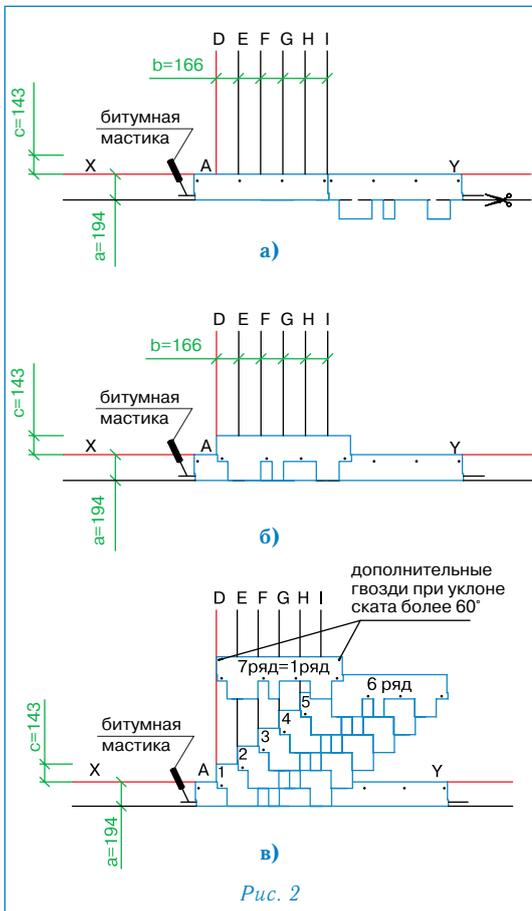

Рис. 2
### Укладка материала (рис. 2)
- Начальный ряд формируется из листов черепицы АЛЬПИН с обрезанными лепестками. Полученные таким образом полосы шириной 19,4 см укладываются по линии карниза в обе стороны от линии I (рис. 2а) и фиксируются по нижнему краю битумной мастикой, а по верхней кромке 4 гвоздями (ось гвоздей на 5 см ниже верхнего края полосы);
- далее первый ряд черепицы укладывается от линии AD (рис. 2б);
- второй ряд укладывается от линии E (со смещением 16,6 см от AD) (рис. 2в);
Каждый лист черепицы АЛЬПИН крепится 4 гвоздями таким образом, чтобы гвоздь прошивал и верхний край нижележащего листа черепицы (рис. 2в).